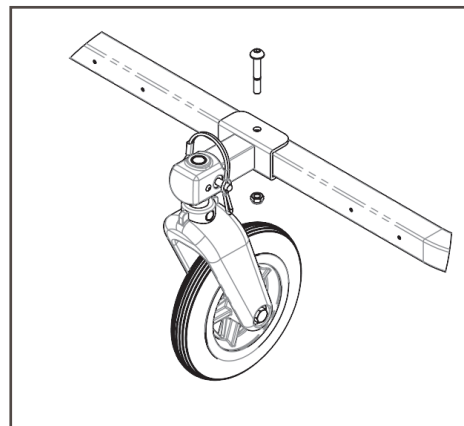

図31
4. ホイールブラケットをフレーム上にスライドさせ、ロケーターピンをフレームチューブの前面にある小さな穴にフィットさせます (図31)。